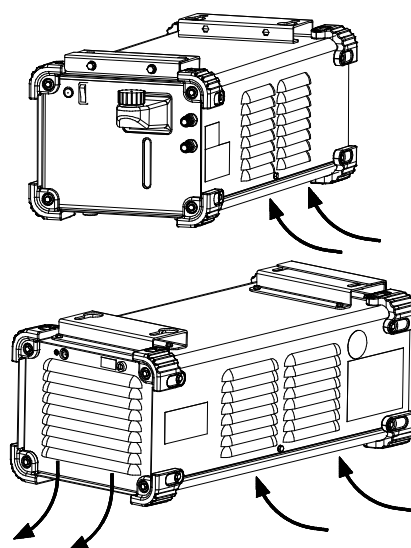

Bild 3.
9. **Ventilationsöppningar:** För korrekt kyluftcirkulation (bild. 3).